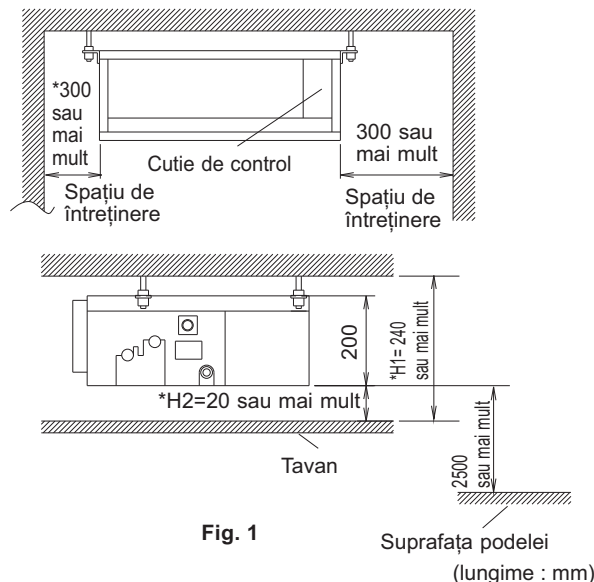

Fig. 1
- Unde se poate asigura un spațiu suficient pentru întreținere și reparații. **(Consultați Fig. 1)**